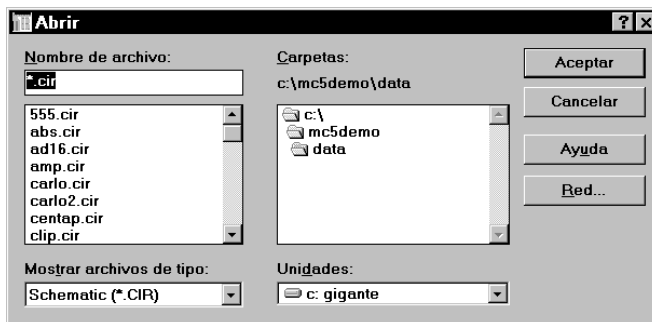

Figura 5. Cuadro de diálogo estándar para abrir un fichero
- 2) **Open...** (Abrir). Esta opción provoca la aparición del cuadro de diálogo de la Figura 5, que permite seleccionar el circuito que se desea cargar. También se puede usar CTRL+O.